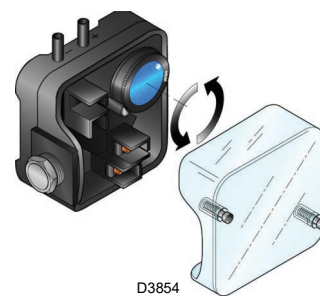

Fig. 25
- Regular el presostato aire (Fig. 25 en la pág. 26) en el inicio de la escala.
Efectuar la regulación del presostato aire, después de haber efectuado todas las demás regulaciones del quemador, con el presostato aire ajustado al inicio de la escala (Fig. 25).